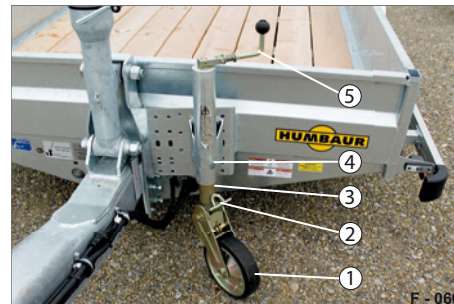

Abb. 33 Stützrad, halbautomatisch
- ▶ Klappen Sie die Kurbel (Abb. 33/5) aus. Drücken Sie gegen die Feder.
- ▶ Kurbeln Sie im Uhrzeigersinn, bis die Öse (Abb. 33/2) über den Haken (Abb. 33/4) ist. Positionieren Sie ggf. das Rad von Hand.
- ▶ Kurbeln Sie gegen Uhrzeigersinn, bis das Stützrad (Abb. 33/1) sich komplett hochstellt. Das Stützrad wird gespannt.
- ▶ Klappen Sie die Kurbel (Abb. 33/5) ein. Das Stützrad ist hochgestellt und gesichert.
- ▶ Kurbeln Sie im Uhrzeigersinn, bis die Öse (Abb. 33/2) aus dem Haken (Abb. 33/4) herausgenommen werden kann.
- ▶ Kurbeln Sie gegen Uhrzeigersinn, bis das Stützrad (Abb. 33/1) sich auf den Untergrund absetzt.
- ▶ Klappen Sie die Kurbel (Abb. 33/5) ein.